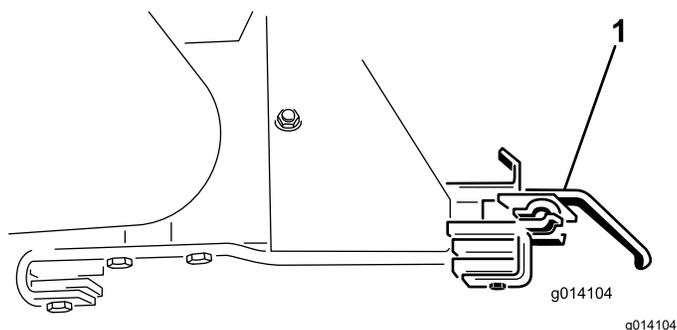

Рисунок 53
18. Снимите два монтажных кронштейна дополнительного орудия (Рисунок 53).